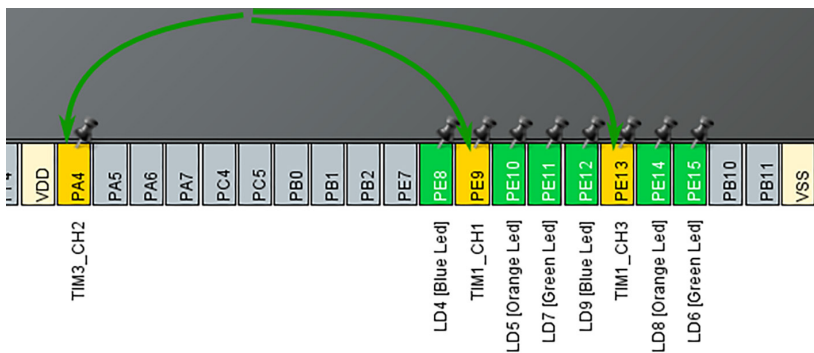

Рис. 6.7. Активация ШИМ пинов первого и второго таймеров
5. В итоге должно быть выбрано 3 пина для выходов каналов первого и третьего таймеров (рис. 6.7).